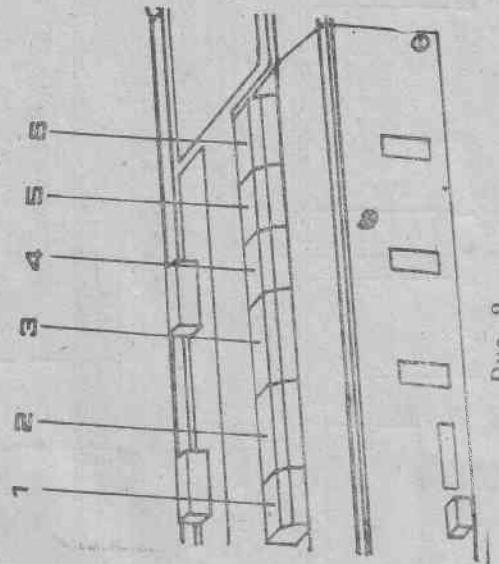
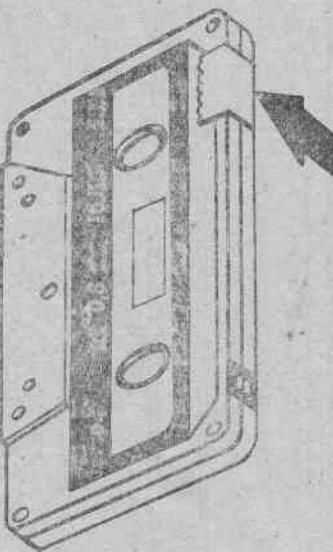
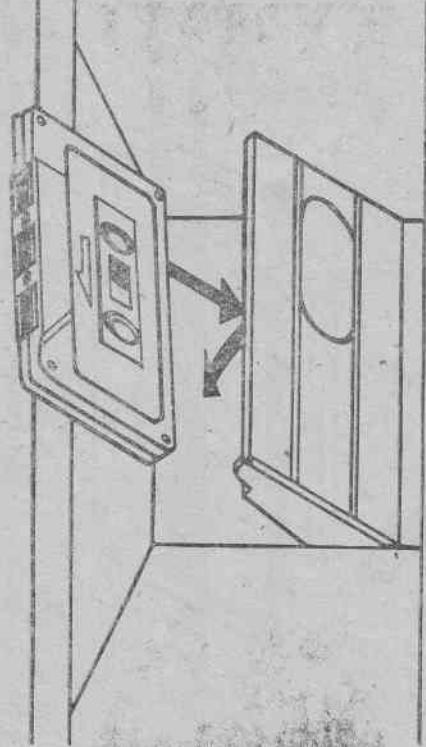

Рис. 2.
Рис. 6.
Рис. 8.
5.3. Органы управления лентопротяжным механизмом пригледены на рис. 2:
Для сохранения фонограммы от случайного стирания удалите у кассеты предохранительный упор с тыльной стороны кассеты (рис. 6). После удаления предохранительного упора и кнопка ЗАПИСЬ (см. рис. 2, поз. 6) не будет включаться
Включение магнитофонного устройства в различные режими работы осуществляется нажатием на соответствующие кнопки лентопротяжного механизма (см. рис. 2, поз. 1—6).
Для выключения магнитофонного устройства при любых режимах работы необходимо нажать на кнопку СТОП (см. рис. 2, поз. 2).
Для установки кассеты проперьте положение кнопок лентопротяжного механизма (см. рис. 2, поз. 2—6). Все кнопки должны быть в отжатом положении. Если какая-либо из указанных кнопок нажата, нажмите на кнопку СТОП. После этого нажмите на кнопку КАССЕТА, установите кассету с магнитной лентой в кассетоприемник, как показано на рис. 8 и закройте его.